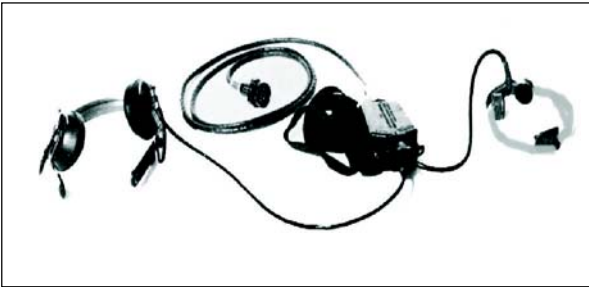

Fig 8-9. Conjunto telefônico
(2) Retém de transmissão - Para haver transmissão de mensagens através rádio, o retém de transmissão deve estar travado.
**d. Conjunto Telefônico** (Fig 8-9) - A guarnição utiliza-se deste para operar o rádio. O conjunto é composto de:
- (1) cabo CX 1070;
- (2) caixa de peito;
- (3) fone de ouvido; e
- (4) laringofone (polarizado).